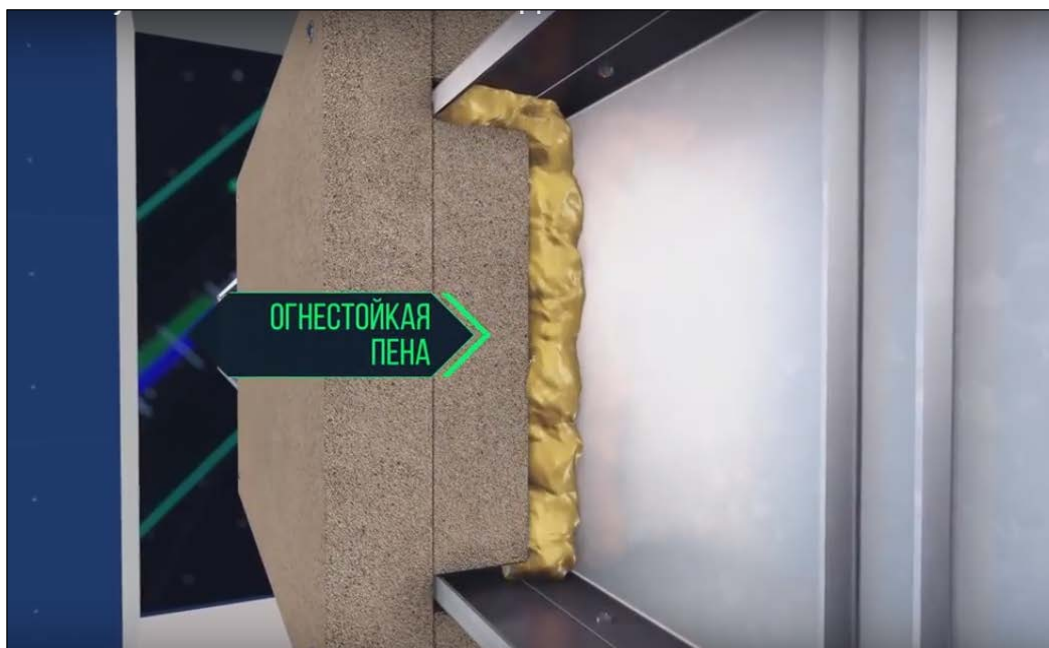

Рис. 6.
5. Полости запеньте огнестойкой пеной (Рис. 6).